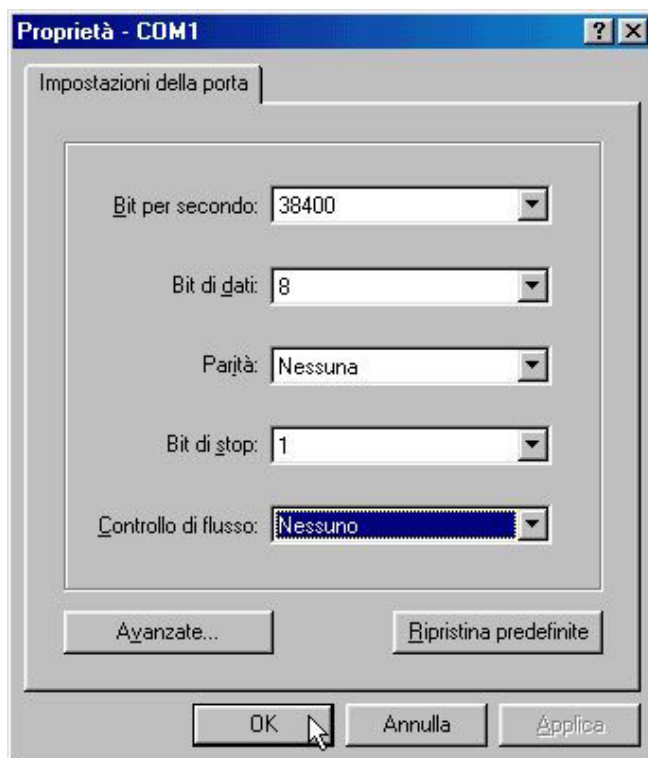

FIGURA 20: CONFIGURAZIONE COMUNICAZIONE CON HYPERTERMINAL (3 DI 4)
3) Nella finestra *Proprietà COMx* che compare, configurare i parametri del protocollo fisico di comunicazione dell'**FM053**, disabilitare gli handshake hardware, come illustrato in figura 20, e premere *OK*.